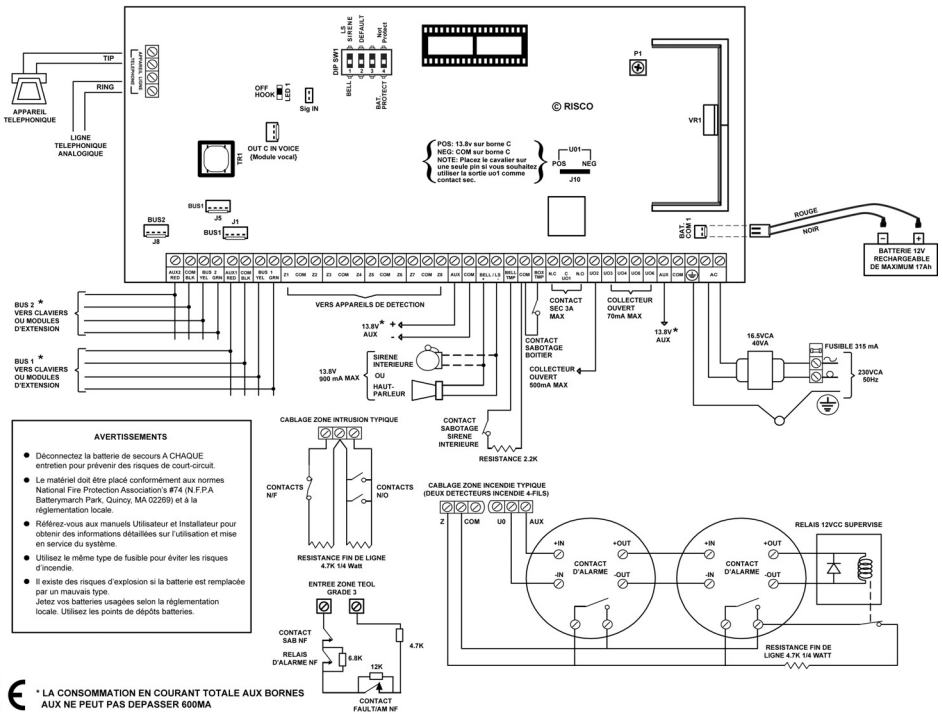

Figure 2-2 : Schéma de Raccordement de la Carte Mère
Pour un détecteur incendie 4 fils ou appareils qui exigent une tension de remise à zéro, pour la remise à zéro après une détection, utilisez de préférence la borne **AUX** en combinaison avec une des sorties programmables de la ProSYS (voir Figure 2-2 à la page 2-4, exemple de raccordement d'un détecteur de fumée 4 fils). Tenez compte que la sortie utilisée doit être programmée pour suivre le paramètre »Sortie S. AUX « (voir aussi le paramètre « Coupure S. AUX » décrit au *Chapitre 5, Utilisation des Menus de Programmation Installateur*).
- ◆ Connecter les contacts d'autoprotection entre les bornes **BELL TMP** et **COM** sur la carte mère comme montré sur la Figure 2-2, page 2-4.
- ◆ Raccorder le contact d'autoprotection du boîtier entre les bornes **BOX TMP** et **COM** sur la carte mère, comme montré sur la Figure 2-2, page 2-4. Voir aussi figure ci-dessous.